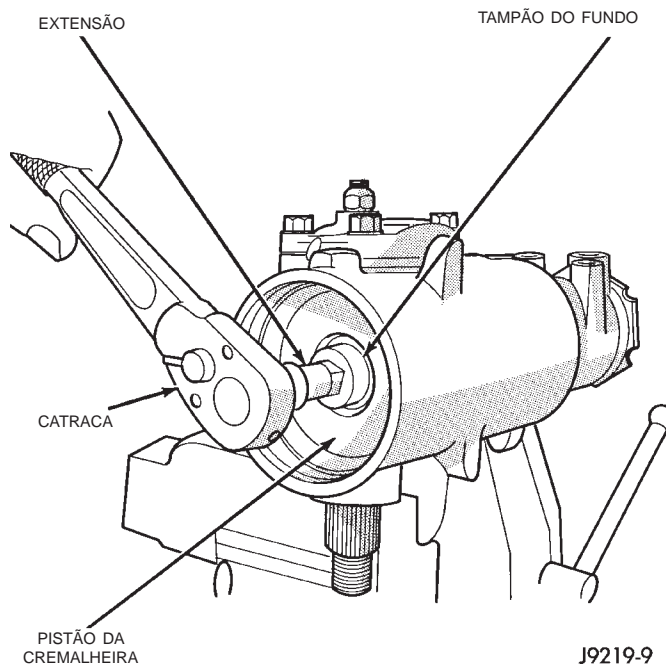

Fig. 17 Tampão do Fundo do Pistão da Cremalheira
(1) Remova o tampão do fundo da carcaça.
(2) Remova o tampão do pistão da cremalheira. (Fig. 17).
(3) Remova a tampa lateral e o eixo de biela.